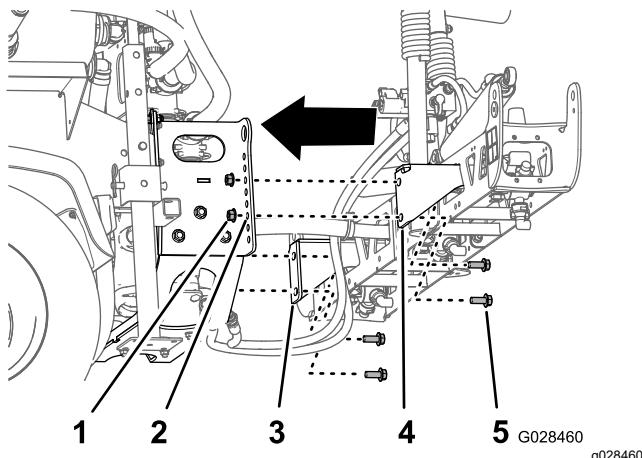

Bild 37
- Fluchten Sie das untere Loch in der Befestigungshalterung für den Abschnitt des mittleren Auslegers mit dem dritten Loch von unten in den Auslegerstützen am Gestellrahmen des Sprühfahrzeugs aus, wie in Bild 37 abgebildet.